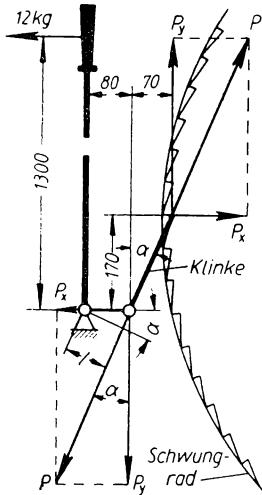

Bild 131
**266.** Das Schaltwerk einer Dampfmaschine (Bild 131) wird durch eine Kraft 12 kg am Handhebel betätigt. Die Klinke am kurzen Hebelarme greift in einen Zahnkranz des Schwungrades und dreht dieses beim Hin- und Herbewegen des Handhebels von Zahn zu Zahn weiter.